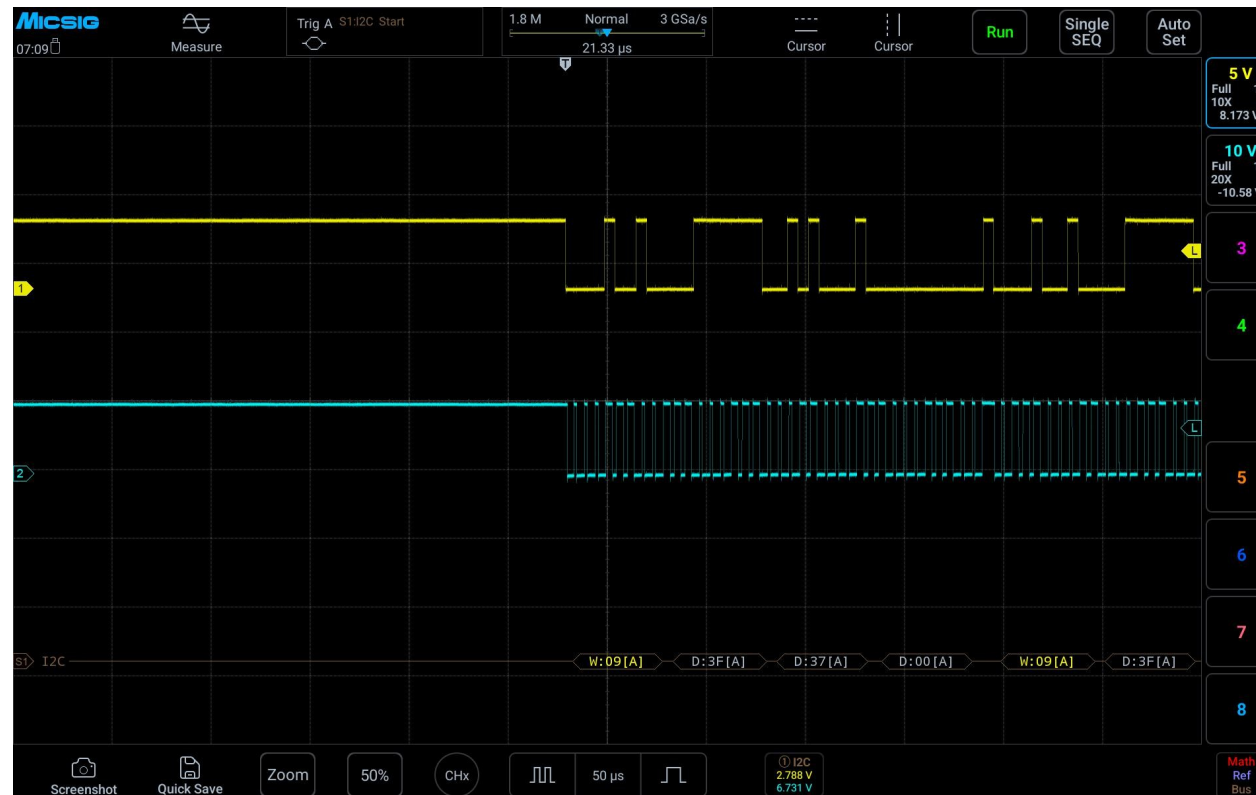

Abbildung 12-24 Grafische Benutzeroberfläche für I²C
- (1) Tippen Sie auf S1, um den Dekodierkanal zu öffnen, und klicken Sie erneut auf S1, um das Buskonfigurationsmenü zu öffnen;
- (2) Wählen Sie als Bus-Typ „I2C“ aus, öffnen Sie das Bus-Einstellungsmenü und wählen Sie den Takt SCL als Kanal Ch2 aus;
- (3) Öffnen Sie das Konfigurationsmenü für den Triggermodus und tippen Sie auf dem Touchscreen auf „Startbedingung“.
- (4) Stellen Sie den Schwellenwert der beiden Kanäle entsprechend der Signalamplitude ein; die grafische Benutzeroberfläche für den I2C-Trigger ist in Abbildung 12-24 dargestellt: